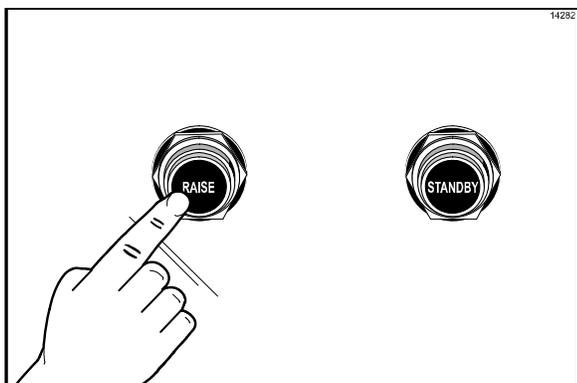

Figura 27
2. Para subir la placa superior a la posición de apertura (OPEN) y reanudar el cocinado, oprima el botón RAISE (Levantar). (Vea la figura 27.)